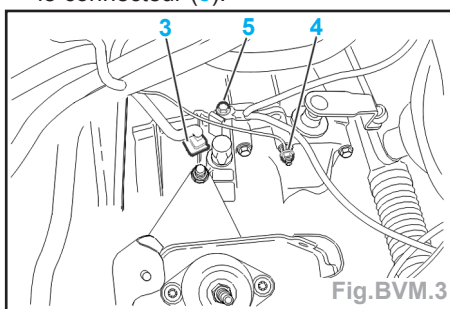

Fig.BVM.3
- Déposer (Fig.BVM.3) :
- la vis (5),
- l'écrou (4),
- le connecteur (3).